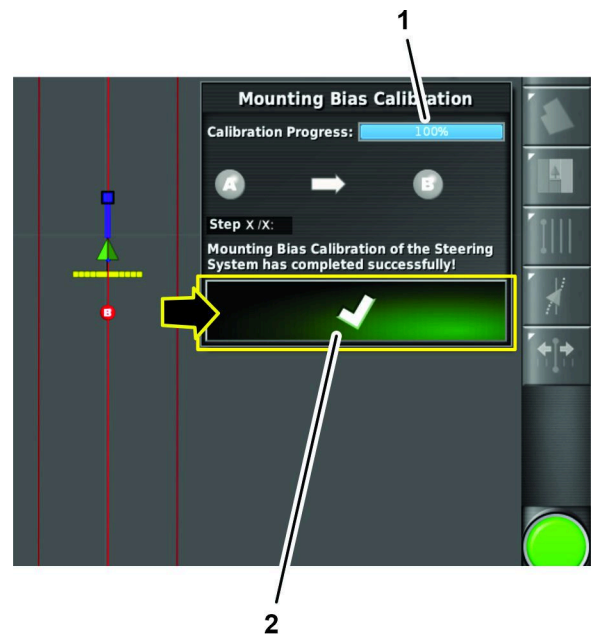

Bild 172
- Drücken Sie im Dialogfeld, das den Fortschritt der Kalibrierung zu 100 % anzeigt, das Bestätigen-Symbol (Bild 172).